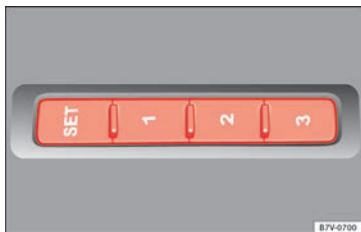

Fig. 82 Teclas de memoria en la parte exterior del asiento del conductor.
- Mantenga pulsada la tecla **SET** durante más de un segundo » **fig. 82**.